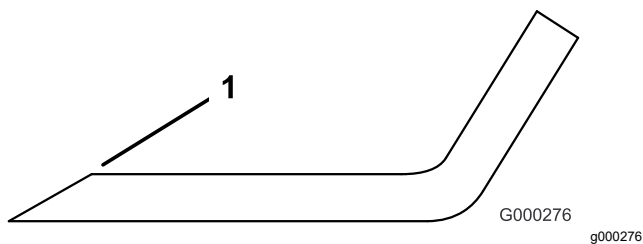

Figura 75
1. Afile el filo de corte en ambos extremos de la cuchilla (Figura 75).